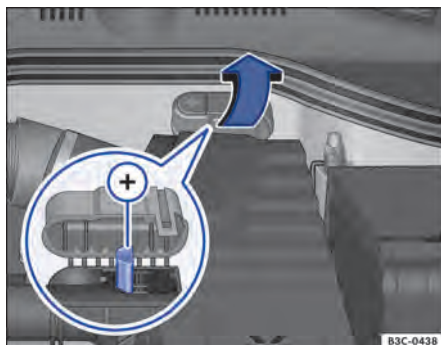

Fig. 282 No compartimento do motor: Ponto para ajuda na partida (+).
- Se necessário, abrir a cobertura da bateria no compartimento do motor ⇒ Página 351 ou dobrar a capa do ponto auxiliar de partida ¹⁾ para o lado no sentido da seta ⇒ Fig. 282.
- Conectar uma extremidade do cabo auxiliar de partida *vermelho* ao polo positivo ⇒ Fig. 283 ⊕ ou ⇒ Fig. 282 ⊕ do veículo com a bateria do veículo descarregada ① ⇒ ⚠.
- Conectar a outra extremidade do cabo auxiliar de partida *vermelho* ao polo positivo ⊕ da bateria fornecedora de corrente ②.